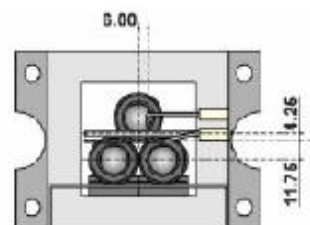

Рис. 29
- b) Проверить исправность и правильность положения пускового электрода (см. рис. 29 - 30 на стр. 20).
- c) Проверить правильность положения контрольного электрода (см. рис. 29 - 30 на стр. 20).